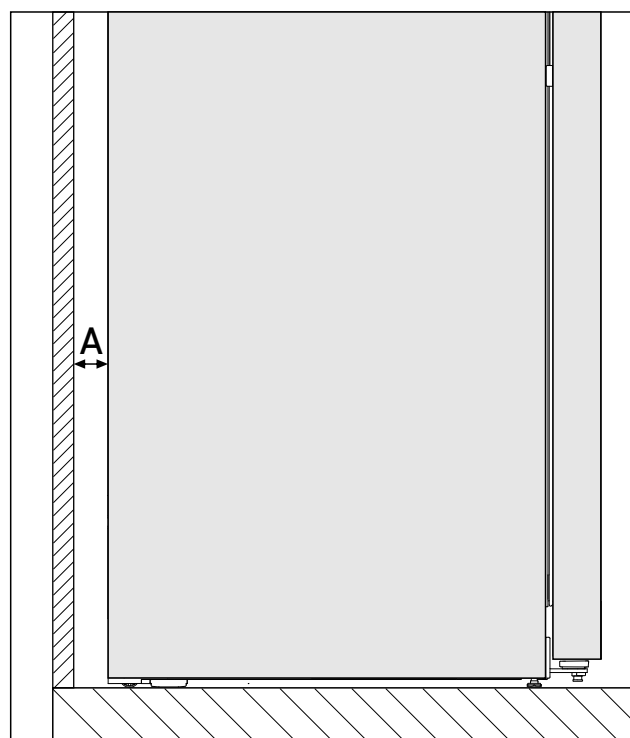

Fig. 2 \*
Потребление электроэнергии определено при расстоянии Fig. 2 (A) между задней стенкой устройства и стеной помещения. Расстояние до стены помещения менее Fig. 2 (A) не влияет на функциональность устройства, но незначительно увеличивает потребление электроэнергии устройства.\*